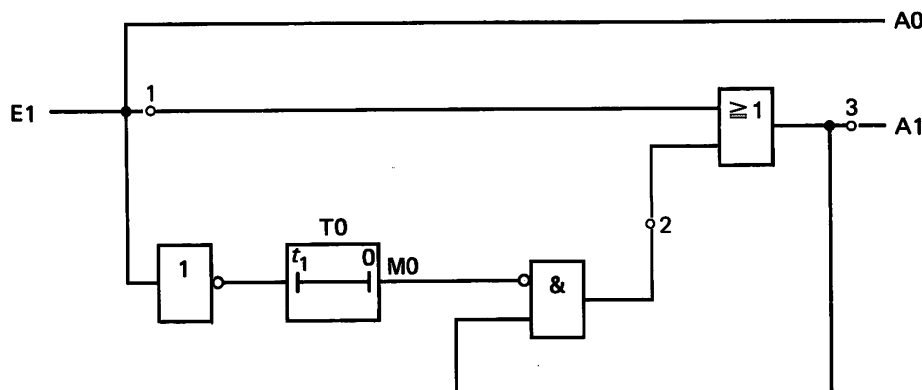

Bild E 47.1
In einem Programm wird eine Zeitfunktion mit einer Ausschaltverzögerung benötigt. Angenommen, es stehen nur Timer mit programmierbarer Einschaltverzögerung zur Verfügung. Untersuchen Sie bitte, ob der Funktionsplan einer „Trick-Schaltung“ in Bild E 47.1 eine Zeitfunktion mit Ausschaltverzögerung ergibt.
- Entwickeln Sie den aufgelösten FUP mit den in Bild E 47.1 eingetragenen Schnittstellen.